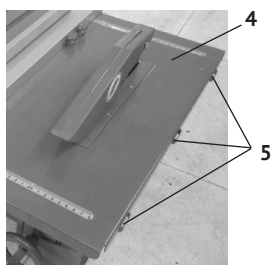

рис. 5
2.1.5 Установка дополнительного стола (см. рис.5)
Для установки стола (см. рис.5):
- прикрутить (если не установлены) регулируемые ножки (рис.5 поз.3) к опорам дополнительного стола (рис.5 поз.2);
- используя крепёж (шпунт, палец, пружина) из комплекта поставки, закрепить опоры к нижней части дополнительного стола (рис.5 поз.1);
- скрепить дополнительный стол с основным (рис.5 поз.4), используя три монтажных паза (рис.5 поз.5) основного стола;
- при помощи горизонтального уровня выставить вровень поверхности столов, используя регулируемые ножки (рис.5 поз.3) дополнительного стола.